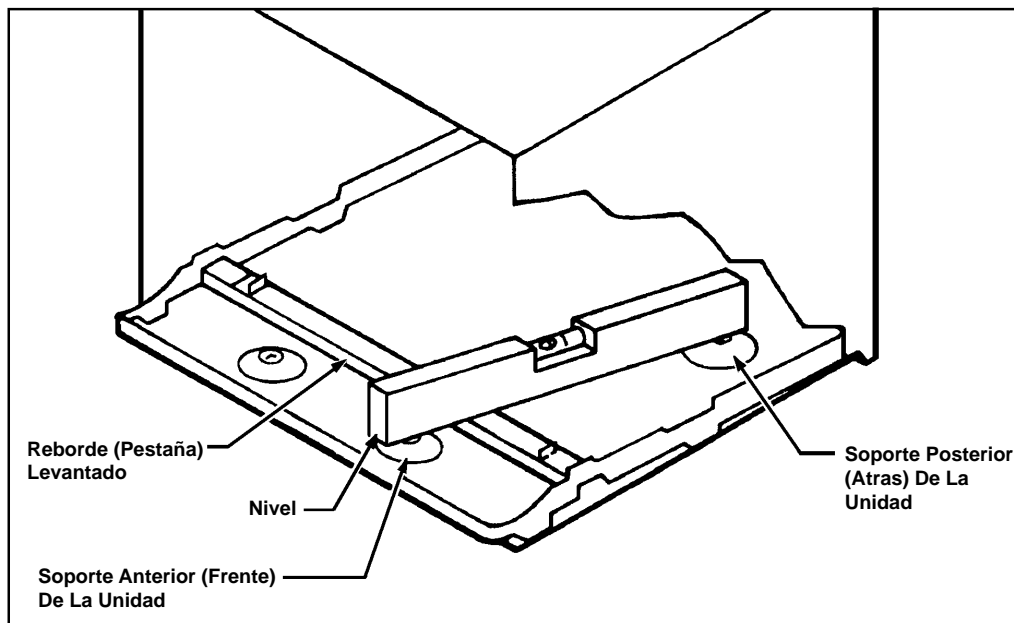

Figura 9
- PASO 4** La BASE DE EMPOTRAJE WSC también se debe instalar con un pequeño declive hacia la parte exterior de la edificación. Colocando un NIVEL de tal forma que se apoye en los SOPORTES ANTERIOR Y POSTERIOR, como es muestra en la Figura 9, se proporciona el declive requerido.